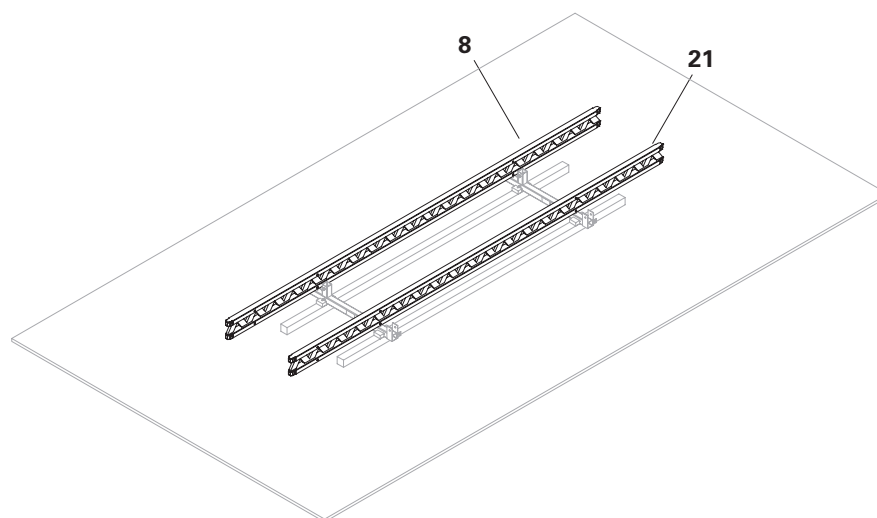

Fig. B6.05
2. Posizionare le travi per casseforme GT 24 (**21**) sulle travi della piattaforma finale ACS (**8**) come travi della piattaforma e allinearle. (Fig. B6.05)